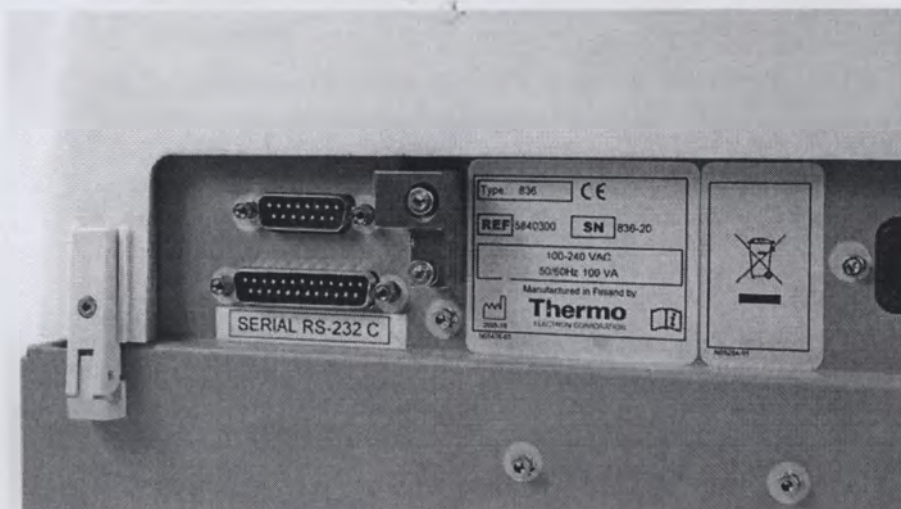

Рисунок 3-7. Хранение транспортного фиксатора
2. Затем прикрепите красный транспортный фиксатор к задней панели диспенсера теми же винтами для хранения (Рисунок 3-7). Храните там транспортный фиксатор, пока он не понадобится в будущем для переноски прибора или для его транспортировки.
1. Снимите транспортный фиксатор с задней панели прибора (рисунок 3-7).